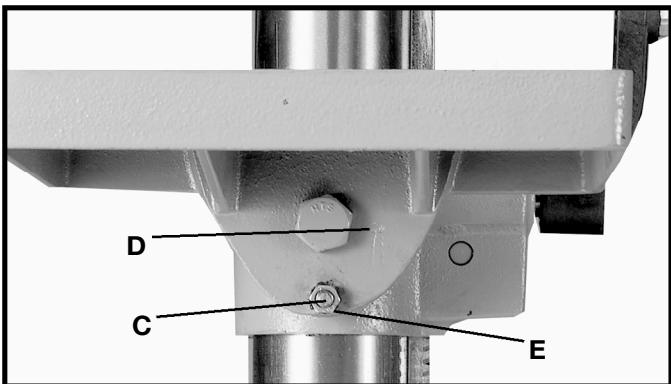

Fig. 22
3. La mesa puede inclinarse a la derecha o a la izquierda al extraer y quitar el pasador de alineamiento de la mesa (C) Fig. 22 y al aflojar el perno de cierre de la mesa (D). **NOTA:** Si se hace difícil la extracción del pasador (C), vire la tuerca (E) contra el sentido de las manecillas del reloj para extraer el pasador de la estructura. Incline la mesa al ángulo deseado y apriete el perno (D).